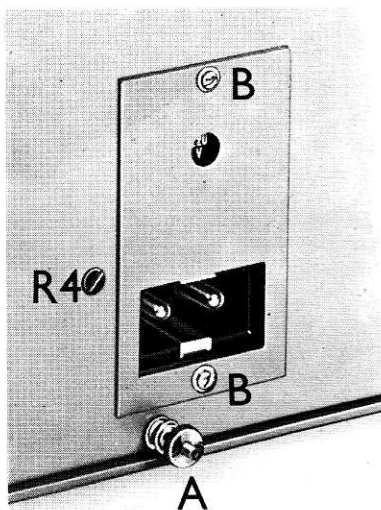

Fig. 3
Un adaptateur de tension permet le branchement sur des secteurs alternatifs de 110, 125, 145, 200, 220 et 245 V. La valeur de la tension sur laquelle l'appareil a été adapté se lit travers le voyant circulaire ménagé dans la paroi arrière de l'appareil (voir la fig. 3). L'adaptation à une autre tension secteur se fait de la manière suivante:
Avant de brancher l'appareil sur le secteur, il faut le mettre à la terre conformément aux prescriptions de sécurité locales. Ceci peut se faire à l'aide de la borne de masse "A", montée à l'arrière de l'appareil (utiliser un fil de terre aussi court que possible; voir la fig. 3).
5. Contrôler si l'aiguille du voltmètre dévie exactement de 100 divisions (échelle 0 - 100). Au besoin, retoucher le réglage avec le potentiomètre R4 (monté à l'arrière de l'appareil, voir la fig. 3).